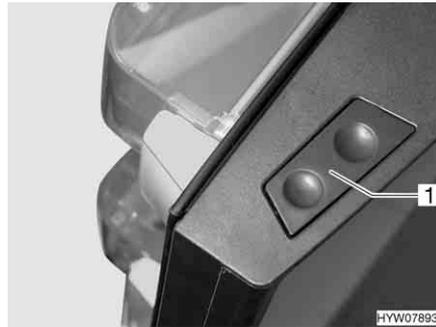

Fig. 149 Botón de desbloqueo de la puerta del frigorífico (Dometic de la serie 8)
**Abrir:** ■ Pulsar el botón de desbloqueo (Fig. 149,1) y abrir la puerta del frigorífico.